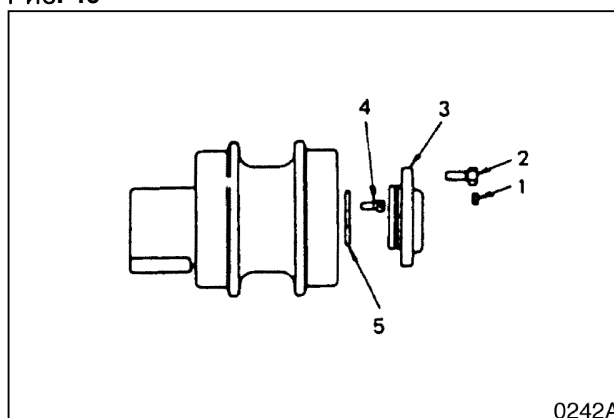

Рис. 41
2. Снимите болты и крышку (3, рис. 41). Отделите болты (4) и шайбу (5).